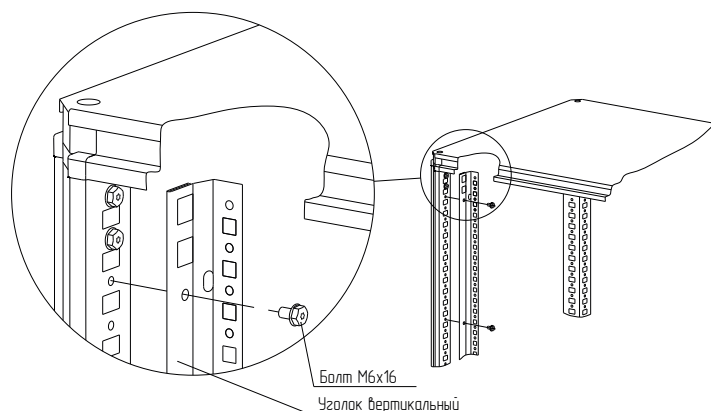

Рисунок 21
4.10.2 Закрепить уголок вертикальный для фальш-панелей внутренних на стойке 1 профиля в дверном проёме семью болтами М6×16 (рисунок 21). Момент затяжки – 7 Н·м. Болты приобрести отдельно.